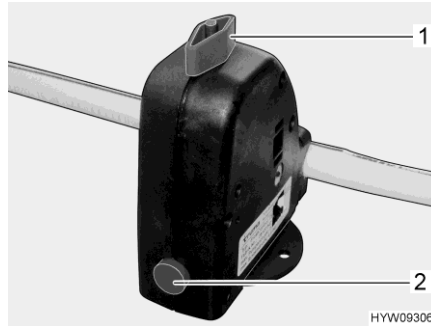

Fig. 171 Valve de sécurité et de vidange (chauffe-eau)
Le chauffe-eau est équipé d'une valve de sécurité et de vidange (Fig. 171). La valve de sécurité et de vidange empêche que l'eau ne gèle dans le chauffe-eau lorsque le chauffage n'est pas allumé en cas de gel.
- Fermer la valve de sécurité et de vidange. Tourner pour cela le bouton rotatif (Fig. 171,1) dans le sens transversal par rapport à la valve de sécurité et de vidange et enfoncer le bouton-poussoir (Fig. 171,2).
- Ouvrir la valve de sécurité et de vidange. Tourner le bouton rotatif (Fig. 171,1) dans le sens longitudinal par rapport à la valve de sécurité et de vidange. Le bouton-poussoir (Fig. 171,2) ressort. Le chauffe-eau est vidé à l'extérieur par le biais de la valve de sécurité et de vidange.